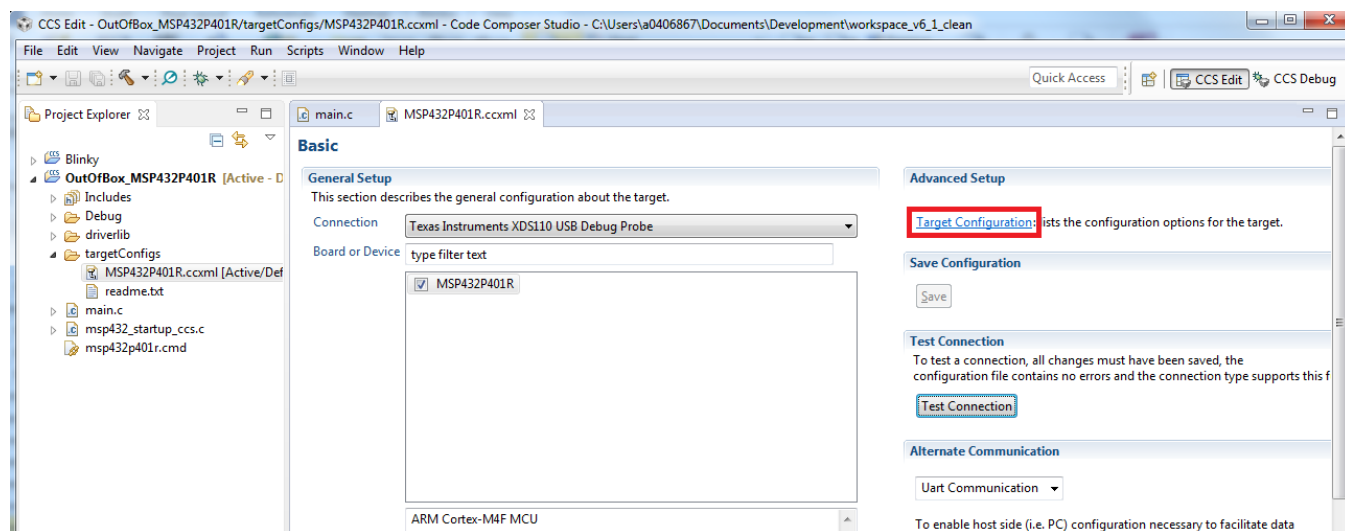

图 13. 目标配置
1. 在项目浏览器中展开项目, 然后打开 targetConfigs 文件夹中的 *.ccxml 项目文件。选择正确的调试探针 (请参见图 13)。